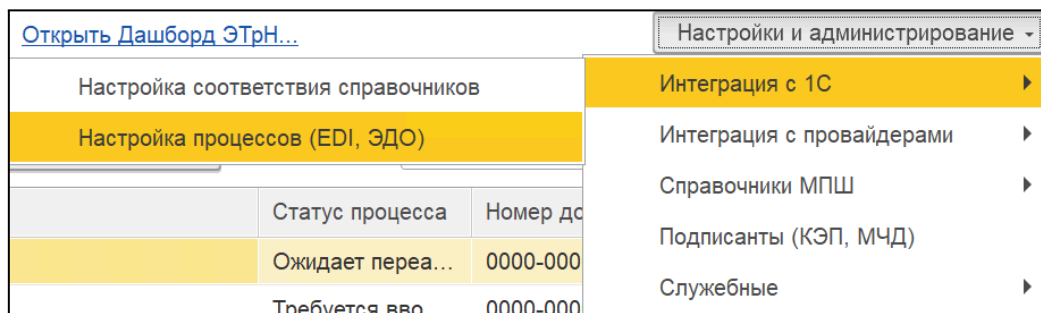

Рис. 12. Пункт меню «Настройка процессов (EDI,ЭДО)»
1. В меню «Настройки и администрирование» выберите «Интеграция с 1С» → «Настройка процессов (EDI,ЭДО)» (рис. 12).